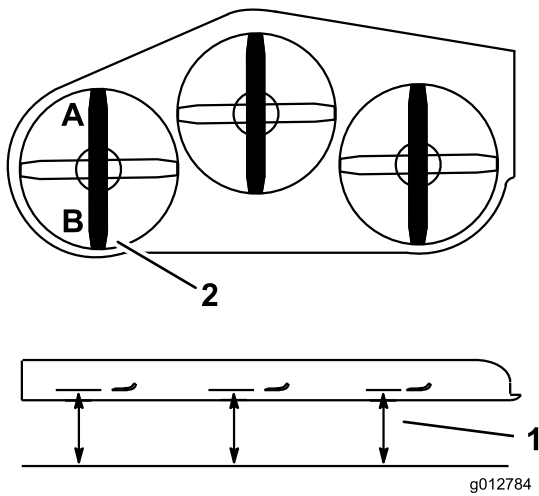

図 83
2. **A**位置で、平らな床面からブレードの刃先までの高さを測り、測定値を記録する (図 83)。
3. **B**位置で、平らな床面からブレードの刃先までの高さを測り、測定値を記録する (図 83)。
4. **A**位置におけるブレードの高さが、**B**位置におけるブレードの高さよりも 6~10 mm 低ければ適正である (図 83)。高さの差がこの範囲内でない場合には以下の手順で調整する。